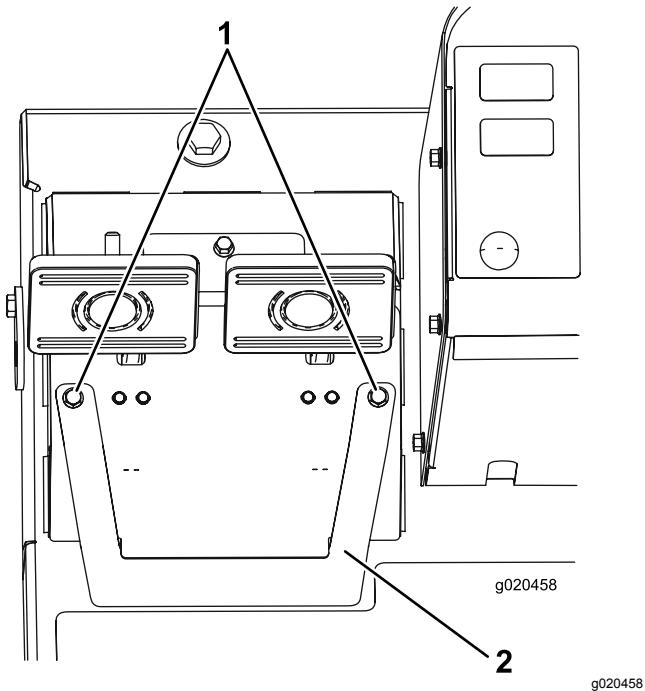

Figura 96
- Afloje los 2 tornillos de montaje y retire la tapa de ajuste de los frenos (Figura 96).